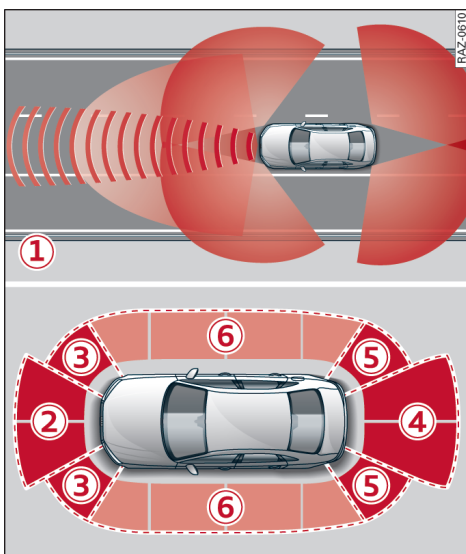
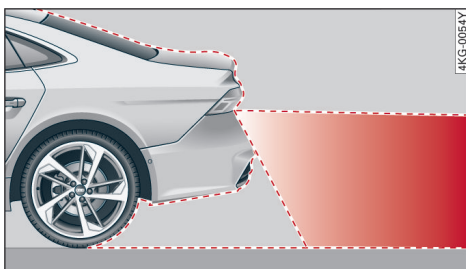

图 90 感应器探测范围
图 91 倒车摄像头的探测范围
根据车辆装备情况，系统能识别车辆周围的情况⇒图 90①。
根据车辆装备情况，您可以借助超声波感应器让系统在 MMI 中显示不同区域⇒图 90。
倒车摄像头只能摄取红色标记区域的图像⇒图 91。
- 感应器和摄像头的探测区域⇒图 90 和⇒图 91 只是示意显示，展示的不是成比例的感应器作用范围。